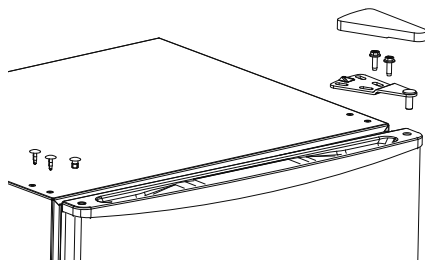

Abb. 3
- ▶ Lösen Sie die beiden Schrauben am oberen Scharnier (1) mit einem Kreuzschraubendreher (siehe **Abb. 3**) und entfernen Sie das Scharnier.
- ▶ Legen Sie die Unterlegscheiben des oberen Scharniers sicher zur Seite. Sie werden benötigt, um die Gefrierkammer (2) wieder zu installieren.
- ▶ Entfernen Sie die Abdeckung der Schraubenlöcher auf der linken Seite zum Beispiel mit Hilfe eines Schlitzschraubendrehers (siehe **Abb. 3**).
- ▶ Entfernen Sie den Blindstopfen für den Scharnierzapfen von der linken Seite der Gefrierkammer (2) und setzen Sie ihn in das Loch auf der rechten Seite ein (siehe **Abb. 3**).
- ▶ Heben Sie die Gefrierkammer (2) aus dem unteren Scharnier und legen Sie sie sicher zur Seite.